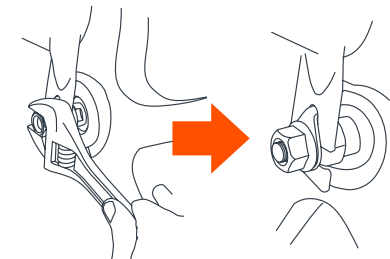

Fig. 4
**4)** Avec la roue en place, installez les écrous d'essieu et serrez-les avec une clé à molette standard, polygonale ou à fourche. Puisque vous devriez sentir une forte résistance, la roue doit être maintenue fermement en place (Fig. 4).